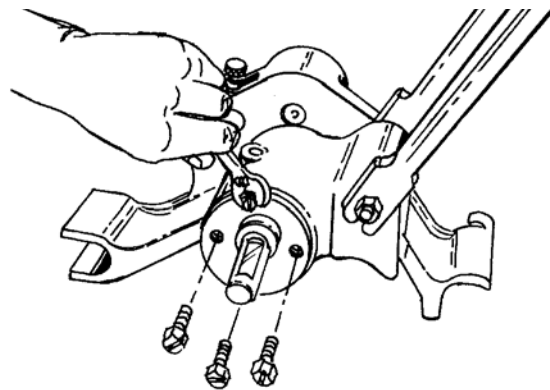

Figura 17 – Extraiga la placa de retención
1. Extraiga los 4 pernos que sujetan la placa de retención del cojinete trasero y extraiga la placa. (Figura 17)